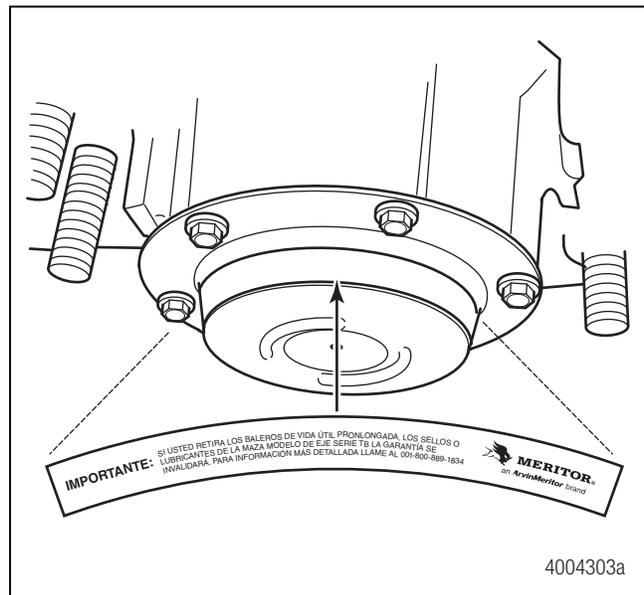

Figura 4.8
- La tapa de la maza tiene una calcomanía en un lado, la cual contiene información de garantía y servicio. Figura 4.8.